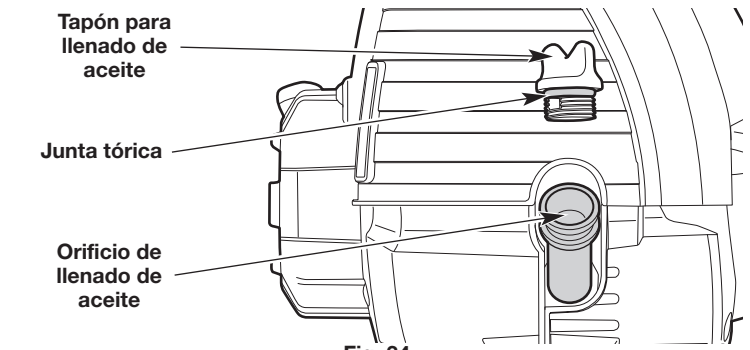

Fig. 34
3. Limpie la zona que rodea el tapón de llenado de aceite (Fig. 34) a fin de evitar que ingresen residuos en el orificio de carga de aceite (Fig. 34).
8. Compruebe que la junta tórica esté en su lugar en el tapón de llenado de aceite (Fig. 34).
1. Limpie la zona que rodea el tapón de llenado de aceite (Fig. 34) a fin de evitar que ingresen residuos en el orificio de carga de aceite.
5. Vierta 2.37 onzas líquidas (70 ml) de aceite SAE 30 dentro del orificio de llenado de aceite (Fig. 34).
7. Compruebe que la junta tórica esté en su lugar en el tapón de llenado de aceite (Fig. 34).